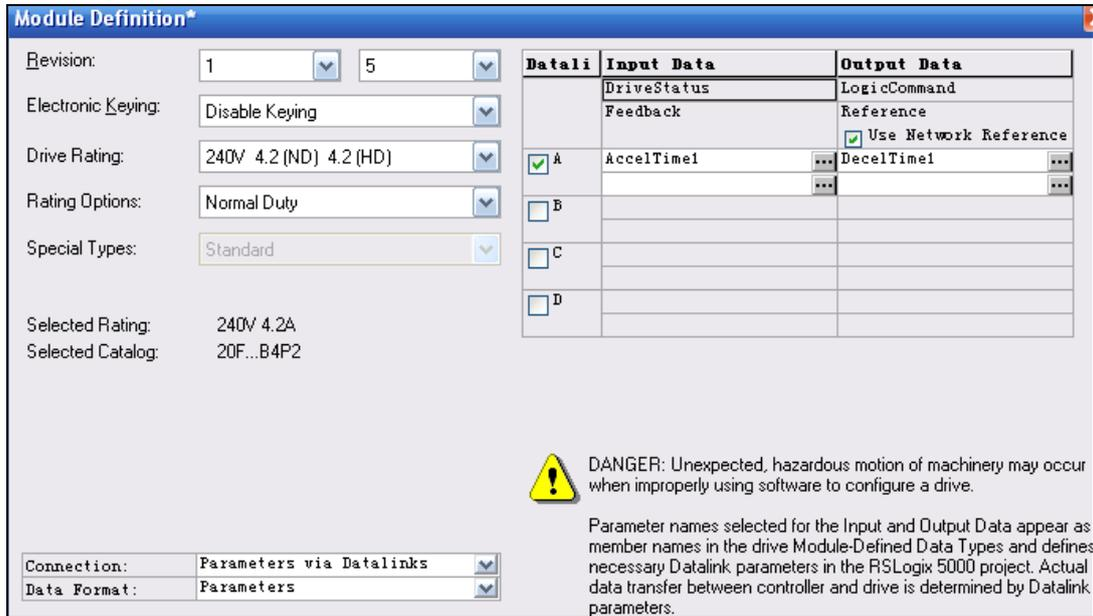

图 1- 85 组态好的输入/输出数据链路
11. 查看输入标签。双击 Controller 文件夹下的 Controller Tags (控制器域标签)，展开 My\_PF753:I 输入。可能需要拖动标题中的“Name”一栏的右边缘，以查看完整的输入标签名称，如图 1- 86 所示变频器状态位、速度反馈值和其它数据链路具有明确的定义。